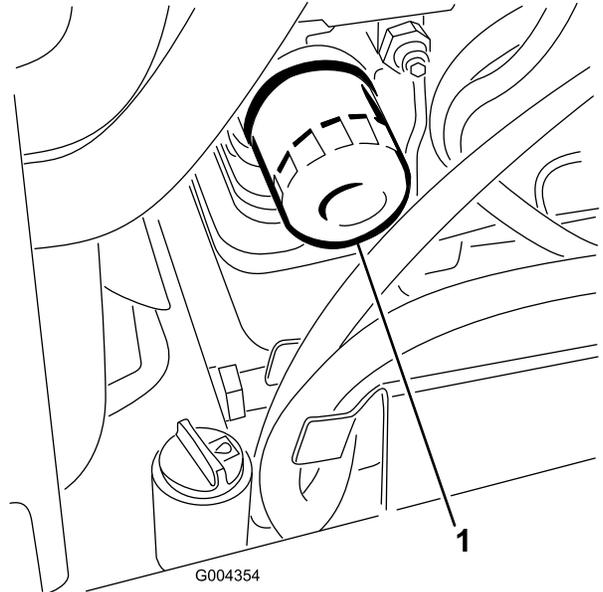

Bild 39
3. Entfernen Sie den Altfilter (Bild 39) und wischen Sie die Dichtfläche am Anbaustutzen ab.